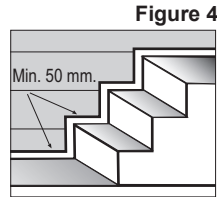

Figure 4
- Laissez un espace d'au moins 50 mm entre les produits James Hardie et les autres éléments de construction (toit, terrasse, passage, escalier, entrée de garage, etc.) conformément aux exigences du volet 9.27.2.4 du CNB (figures 4 et 5).